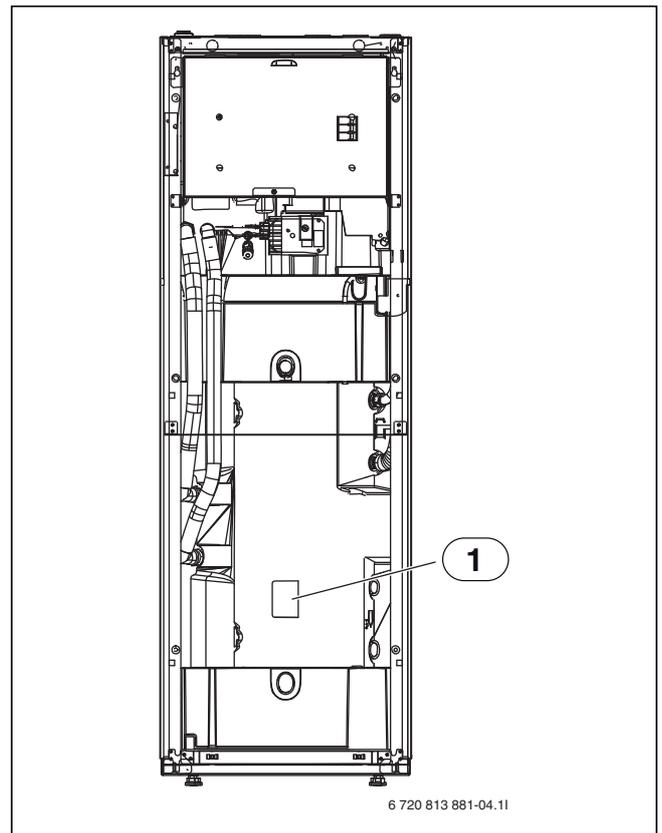

Рис. 42 Датчики TW1 и TS2
- ▶ Установите датчик TS2 температуры бака (→ рис. 42).